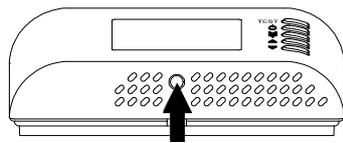

Fig. 2
- 2** Pousser à l'aide d'un tournevis, la languette en plastique située dans le trou du côté inférieur jusqu'à soulever légèrement la partie supérieure du boîtier (Fig. 2).